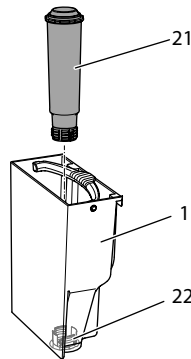

Fig. 15 : Vissage/Dévisserie de la cartouche filtrante à eau
- Retirer la cartouche filtrante à eau (voir Fig. 15 à la page 73).
9. Insérer une cartouche filtrante neuve dans le réservoir d'eau (voir Fig. 15).
3. Retirer la cartouche filtrante à eau (voir Fig. 15).